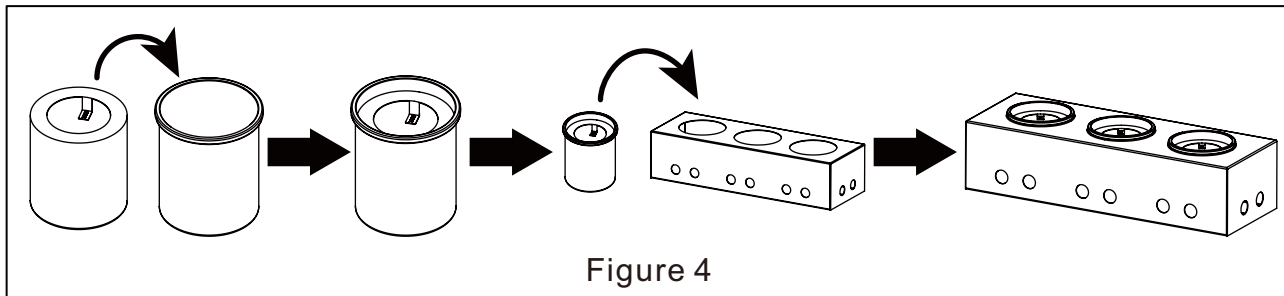

Figure 4
7. Suivez les étapes ci-dessous pour installer les autres pièces fournies. (1). Placez le brûleur dans le corps de la vasque avec précaution, en veillant à ce que le brûleur soit de niveau (voir figure 4). La vasque peut contenir trois brûleurs à la fois.
1. Installez le bidon de carburant et l'écran en verre (voir figure 4~5).